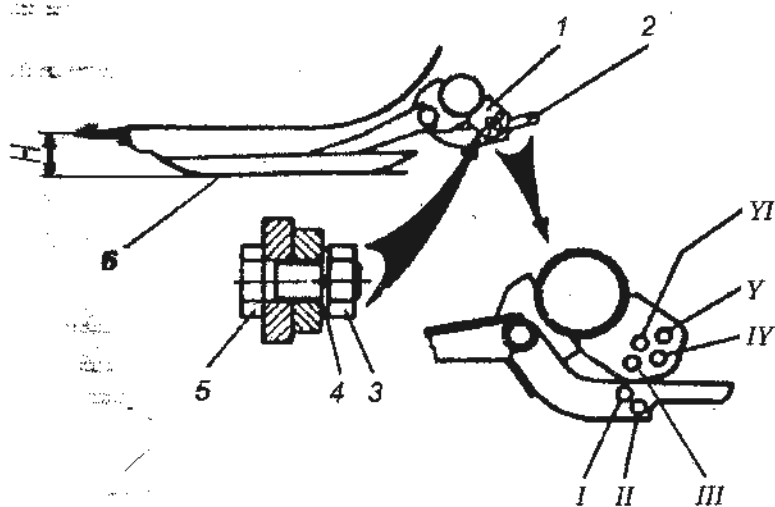

Рис. 150. Регулировка высоты среза стеблей:
- отведите рычаг 2 от косынки 1 (рис. 150), отвернув гайку 3 совместите одно из отверстий на рычаге 2 с отверстием на косынке, как указано в табл. 15, зафиксируйте болтом и гайкой, таким же образом установите другой башмак.